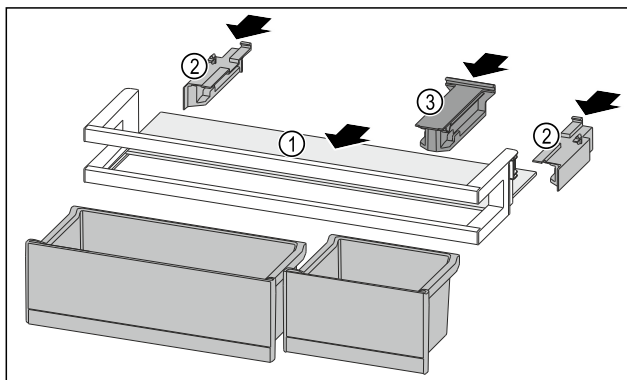

Fig. 119
- ▶ 将搁板 Fig. 119 (1)推入侧面凹槽。
- ▶ 插入侧面部分 Fig. 119 (2)。
- ▶ 插入定位件 Fig. 119 (3)。